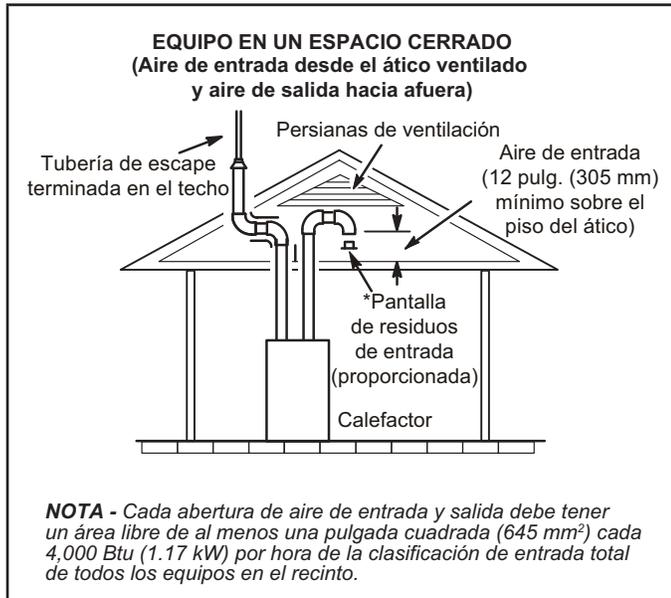

FIGURA 31
- 2 - Si el aire de entrada se toma de un ático ventilado (Figura 30) o de un espacio entre plantas ventilado (Figura 31), el largo de la ventilación de escape no debe exceder los valores listados en la Tabla 6. Si se utiliza una tubería de 3" de diámetro, redúzcala a una tubería de 2" de diámetro en el punto de terminación para acomodar la pantalla de residuos.